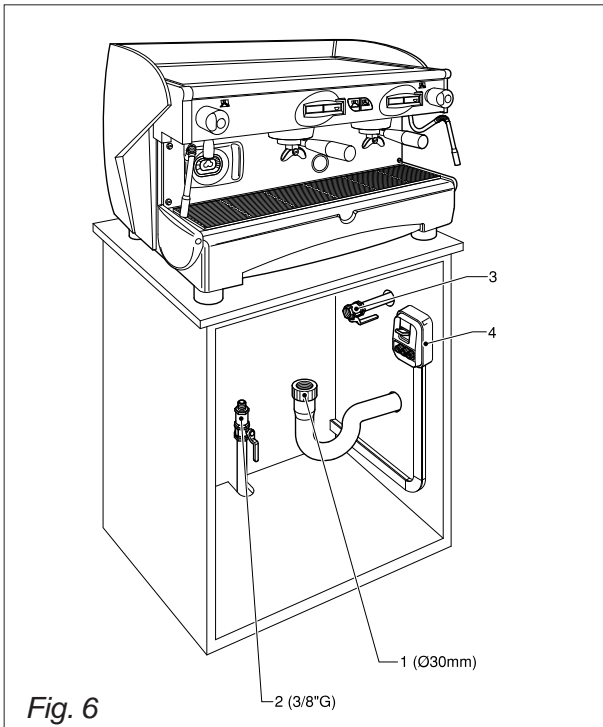

Fig. 6
##### 6.1.1. Alimentación de agua y gas (Fig.6)
En ambos casos, antes del cable de alimentación hay que predisponer un interruptor automático diferencial (Fig. 6), que incluya los disparadores magnéticos según los datos presentados en la placa de identificación de la máquina (Fig. 1). Los contactos deben tener una apertura igual o superior a 3 mm. Se recuerda que cada máquina debe estar dotada de sus propias seguridades.
- Abrir el grifo de la red de agua 2, Fig.6.
- Abrir el grifo 3 del gas, Fig.6.